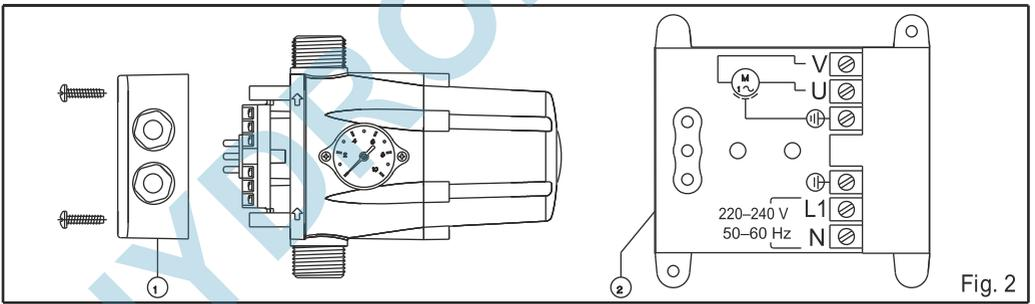

Fig. 2
BRANCHEMENT ÉLECTRIQUE (fig. 2)
- d) Raccordement électrique erroné: Vérifier les raccordements selon fig. 2
- b) Pompe bloquée: Témoin lumineux (FAILURE) allumé. Le système de sécurité a fonctionné. Quand l'on agit sur le poussoir manuel de mise en service (RESET) le témoin lumineux (ON) s'allume mais la pompe ne démarre pas. Contacter avec le service technique.